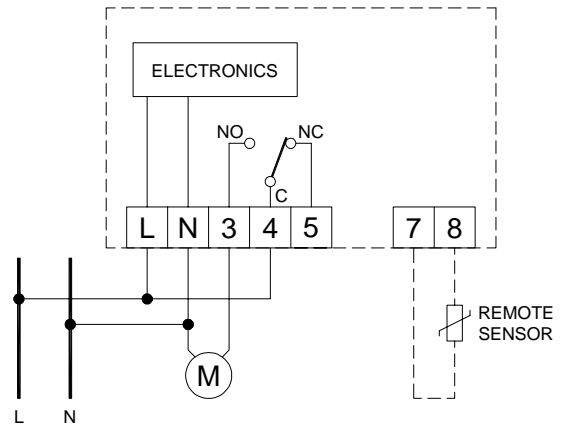

Fig. 2: Inkopplingsschema (alt. med extern givare)
- Gör de elektriska anslutningarna till plintarna på kretskortet (se schema fig. 2).
- Det är möjligt att begränsa börvärdesrattens inställningsområde. Vid leverans sitter ett par små plastpin- nar (7) till vänster om inställningsrattens axel. Flytta dessa till nya önskade lägen (6), se exempel nedan. Här utgör (5) det valda begränsade nya inställnings- området.
Termostat TA S01- - elektrisk inkoppling till t ex en värme-panna (se fig. 2):
Pumpen stannar när rumstemperaturen överstiger börvärdet. Pumpen kopplas till plintarna N och 3, enligt fig. 2.